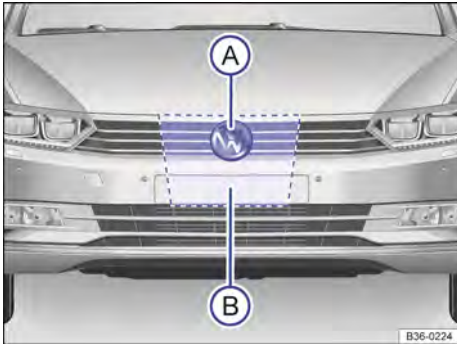

Fig. 167 Na grade do radiador, atrás do logo Volkswagen: sensor do radar (A) e área que deve ser mantida livre em volta do sensor do radar (B).
Para registrar a situação do trânsito, está instalado, no para-choque dianteiro, um sensor do radar → Fig. 167 (A). Assim, os veículos à frente podem ser reconhecidos a uma distância de até aproximadamente 120 m.
A área frontal e ao redor do sensor do radar → Fig. 167 (B) não deve ser coberta por etiquetas adesivas, faróis extras, moldura decorativa das placas de licença ou coisas semelhantes, porque isso pode comprometer a função do ACC.